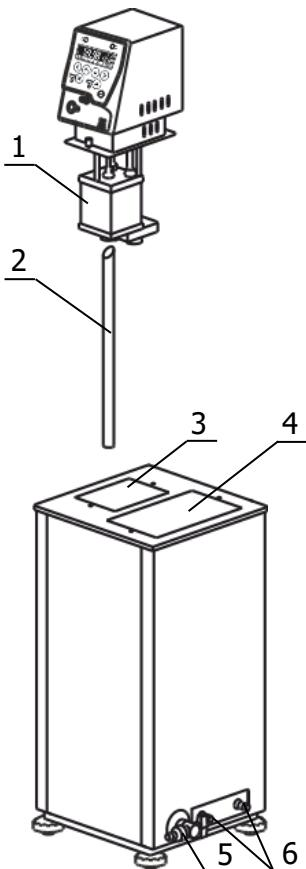

Рисунок 4 — Установка блока регулирования
2.2.3 Вставить выходную трубку 2 (рисунок 4) косым срезом до упора в резервуар 1 и зафиксировать ее винтом.
Причина отсутствия перемешивания — неправильная работа насоса, вызванная воздушной пробкой, образовавшейся в резервуаре 1 (рисунок 4). Для ее устранения необходимо:
2.4.5 Надеть сливной шланг из комплекта поставки на сливной кран 5 (рисунок 4) и закрепить его хомутом. Свободный конец шланга опустить в емкость для сбора теплоносителя объемом, превышающим объем термостата.